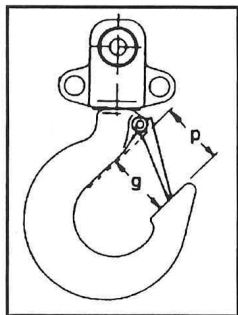

Figura 8
- Misurare l'apertura del gancio tra le due estremità dello stesso (g - Figura 8).
- NON misurare dal nastro a scatto (p - Figura 8).